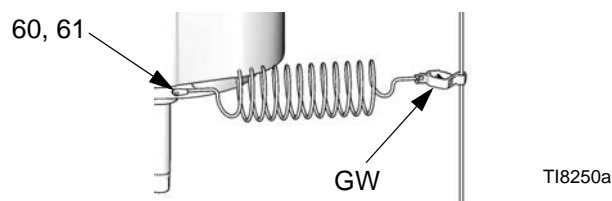

FIG. 2. Fil de terre
Consultez la FIG. 2. Utilisez la vis de mise à la terre (60) et la rondelle d'arrêt (61) pour attacher le fil de terre (GW) référence 244524 à l'arrière du moteur pneumatique. Serrez fermement les vis. Raccordez l'autre extrémité du câble à une véritable prise de terre.